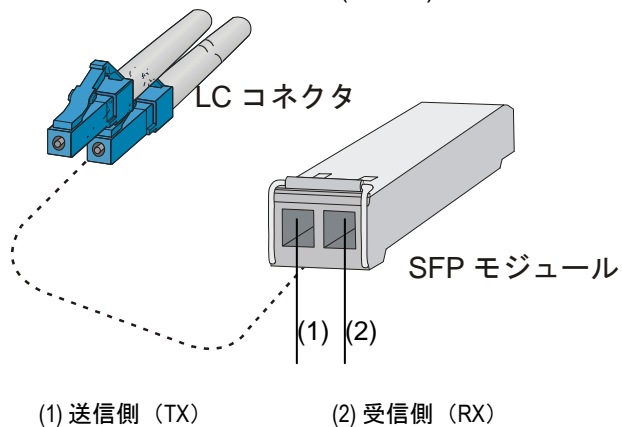

図5-6 LC 光ファイバコネクタと SFP モジュールの接続
- 2) SFPモジュールの防塵カバーを外し、図 5-6で示すように、ファイバコネクタの 1 端のプラグをスイッチに設置されたSFPモジュールの光ポートに接続し、コネクタのもう一方の端を対向装置のモジュールに接続してください。